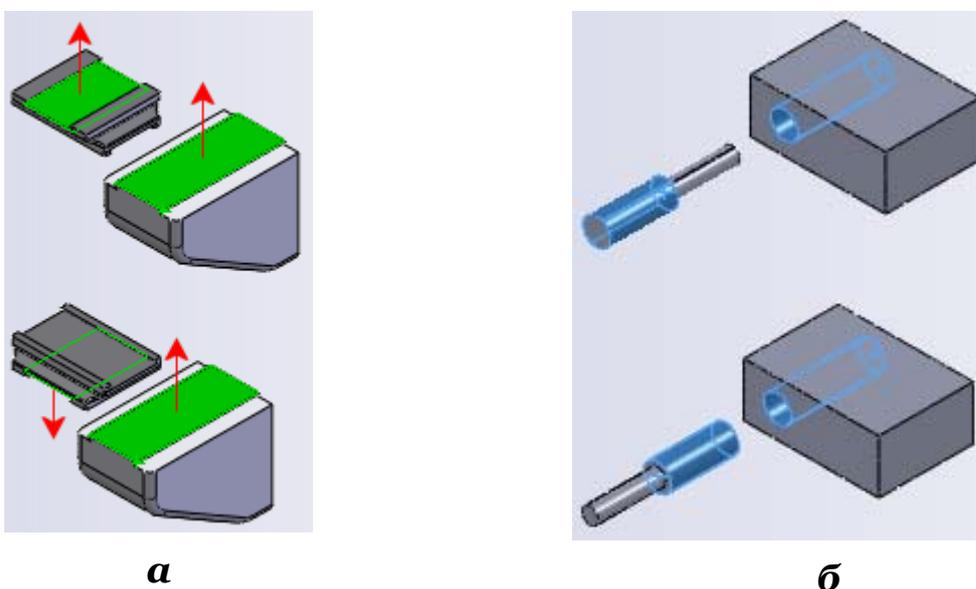

Рис. 11.9 Выравнивание плоских граней и цилиндрических поверхностей
**Выровнять сопряжения**. Параметр содержит две установки (рис.11.9):
Параметр **Выровнять сопряжения** на всплывающей панели *Сопряжения* (см.рис.11.7) представлен командой *Переставить сторону*  (рис.11.9, а).
Для цилиндрических элементов вектор оси (который нельзя увидеть) при помощи параметра **Выровнять сопряжения** изменяет ориентацию расположения одного компонента по отношению к другому, как это показано на рис.11.9, б.